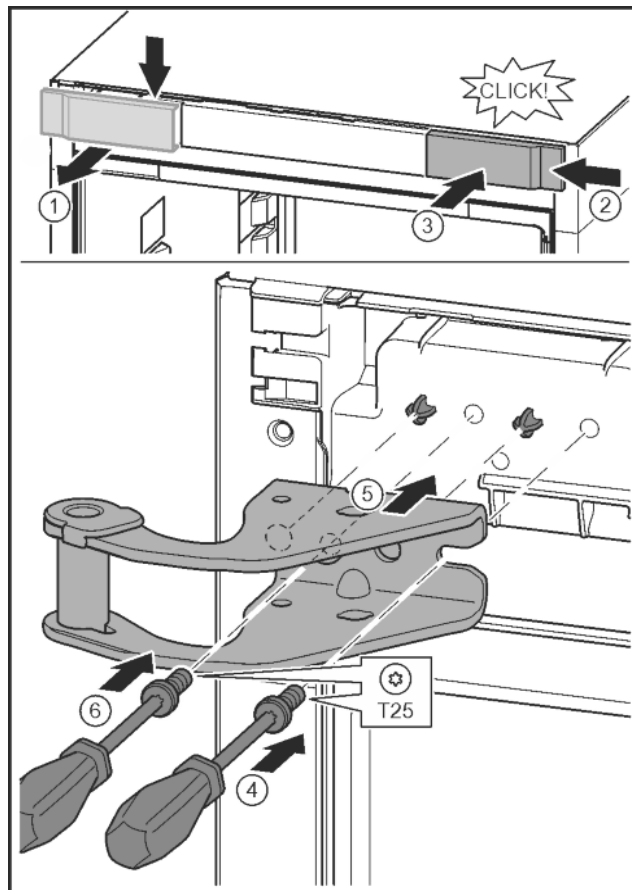

Fig. 15
- Відпустіть кришку та зніміть збоку. Fig. 15 (1)
- Почепіть кришку, що повернута на 180°, з іншого боку праворуч. Fig. 15 (2)
- Зафіксуйте кришку. Fig. 15 (3)
- Встановіть гвинт за допомогою викрутки T25. Fig. 15 (4)
- Встановіть верхній опорний кронштейн. Fig. 15 (5)
- Закрутіть гвинт. Fig. 15 (4)
- Встановіть та закрутіть гвинт за допомогою викрутки T25. Fig. 15 (6)